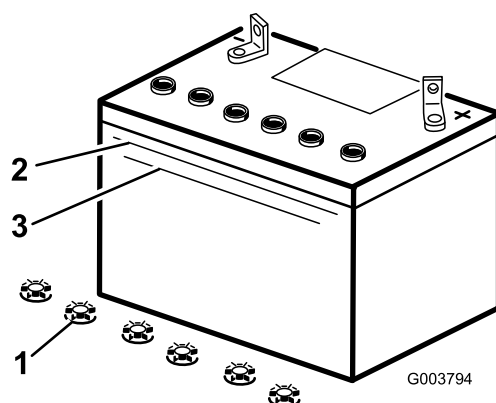

Figure 28
(Figure 28). Le niveau d'électrolyte ne doit pas descendre au-dessous du trait inférieur (Figure 28).
3. Enlevez les bouchons de remplissage de la batterie (Figure 28).
4. Versez de l'eau distillée avec précaution dans chaque élément jusqu'au repère supérieur (Figure 28) sur le côté de la batterie.
5. Attendez cinq à dix minutes après avoir rempli les éléments. Au besoin, ajoutez de l'eau distillée pour amener le niveau jusqu'au repère supérieur sur le côté de la batterie (Figure 28).